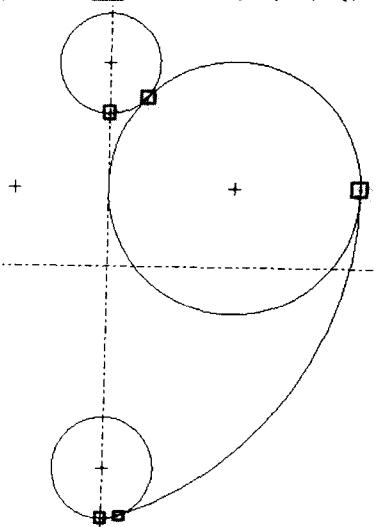

图1-8 插入分割点
- (1) 使用右工具箱中的 工具，在如图 1-8 所示 5 处位置插入分割点。